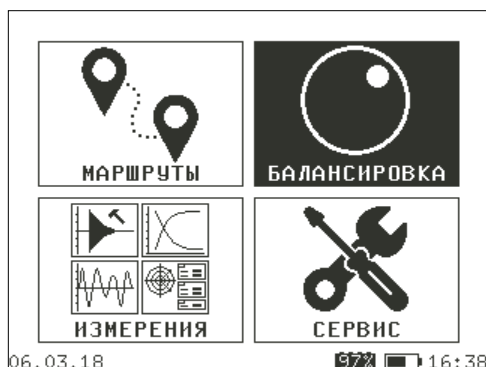
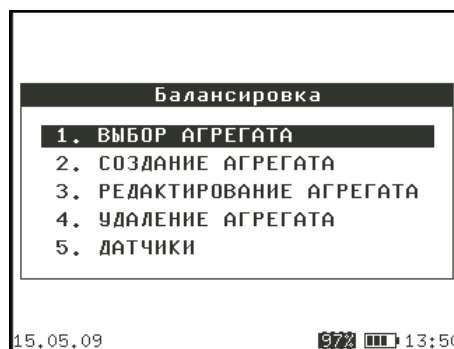

Рис. 76. Выбор режима «Балансировка» из основного меню прибора
Рис. 77. Меню режима «Балансировка»
Вход в режим «Балансировка» осуществляется из основного меню прибора выбором одноименного пункта меню (Рис. 76) и нажатием клавиши . Меню режима «Балансировка» предоставляет Оператору пять подрежимов работы (Рис. 77):
- установить маркер на пункт «Выбор агрегата» (Рис. 77) и нажать ;